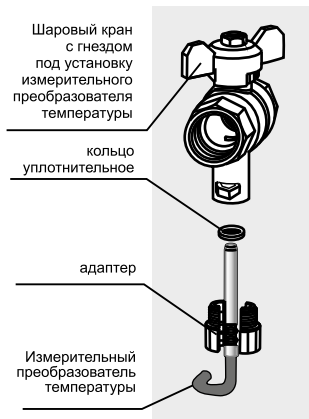

Рисунок 6 – Установка ИПТ напрямую в арматуру
- § **Второй способ** – ИПТ напрямую устанавливается в трубопроводную арматуру (шаровой кран или фитинг) с гнездом под установку ИПТ, смотрите рисунок 6. Монтаж ИПТ производить в последовательности: